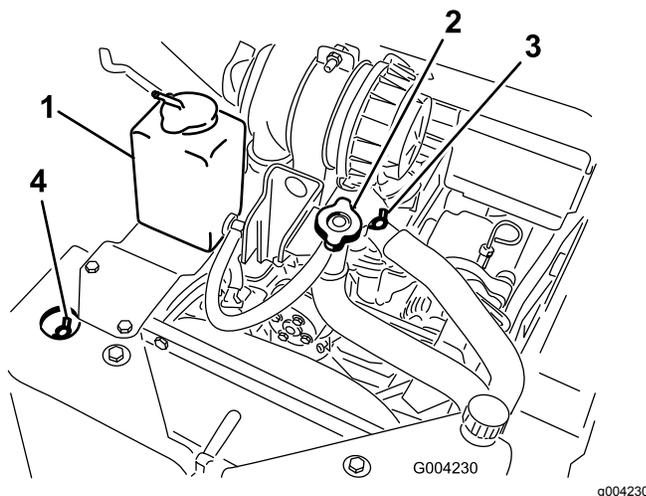

**Figura 50**
3. Controllate il livello del refrigerante nel serbatoio di espansione (Figura 50).
I. Aggiungete il refrigerante nel serbatoio di espansione finché non raggiunge il segno di pieno sul lato del serbatoio (Figura 50).